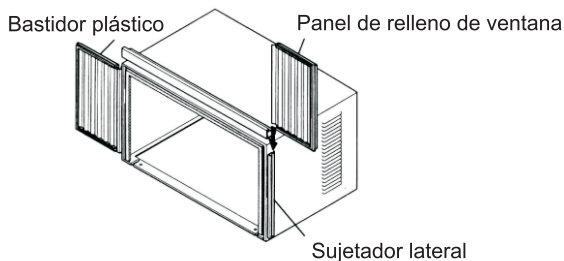
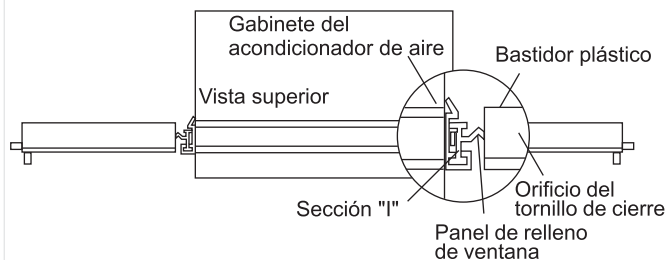

Fig. 9
Fig. 10
2. Deslice la sección "I" del panel de relleno de ventana en el sujetador lateral en el costado del gabinete (consulte la Fig. 9 y Fig. 10). Haga esto en ambos lados.